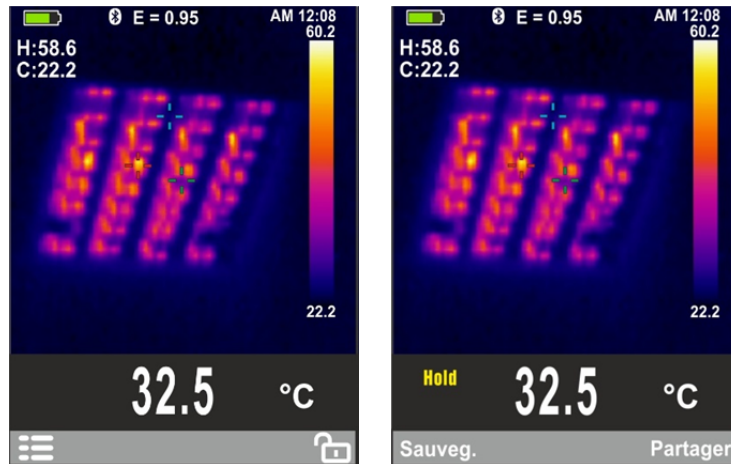

Fig. 16: Sauvegarde image IR
8. Appuyer sur la touche gâchette **T** pour fixer la page de l'écran. Le message « HOLD » apparaît à l'écran ainsi que les touches **Enregistrer** et **Partager** (voir Fig. 16 – partie de droite)